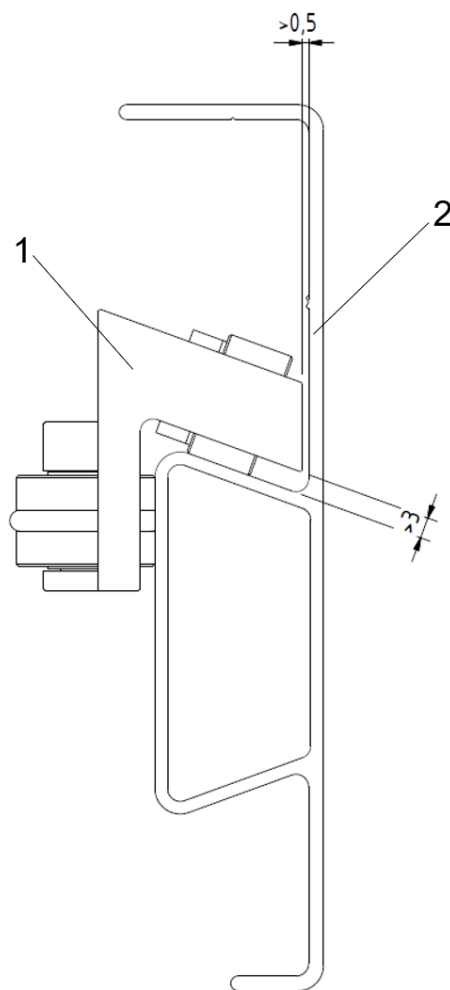

Fig. 34 Rullestyresko og styreskinne
For at rullestyreskoene på elevatoren skal køre korrekt i styre skinnerne må rullernes hjul ikke være for slidte. Afstanden mellem rullestyreskoene og styreskinne skal være som vist i Fig. 34. Hvis afstanden er mindre, skal rullestyreskoene udskiftes.
3. Kontrollér afstanden mellem styreskinnen (2) og rullelegemet (1) på rullestyreskoene med en søgelære, se Fig. 34. Hvis en af afstandene mellem rullelegemet og styreskinnen er for lav, se Fig. 34, er rullehjulene for slidte og skal udskiftes.